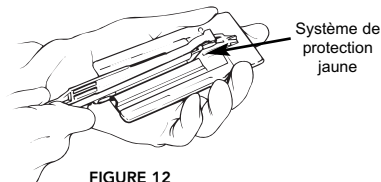

FIGURE 12
- 8b. Identifier les côtés de l'enclume (ANV) et de la cartouche (CART) de l'ensemble tissulaire Peri-Strips Dry. En maintenant le côté de la cartouche vers le haut, glisser l'unité de chargement de l'agrafeuse dans l'ensemble tissulaire, en prêtant attention à ce que l'extrémité du système de protection jaune soit placée au-dessus du clip d'assemblage (voir Figure 12).